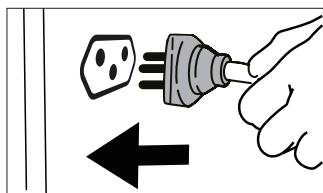

Fig. 10
3. Conecte o equipamento elétrico no terminal de saída do gerador [Fig. 10].